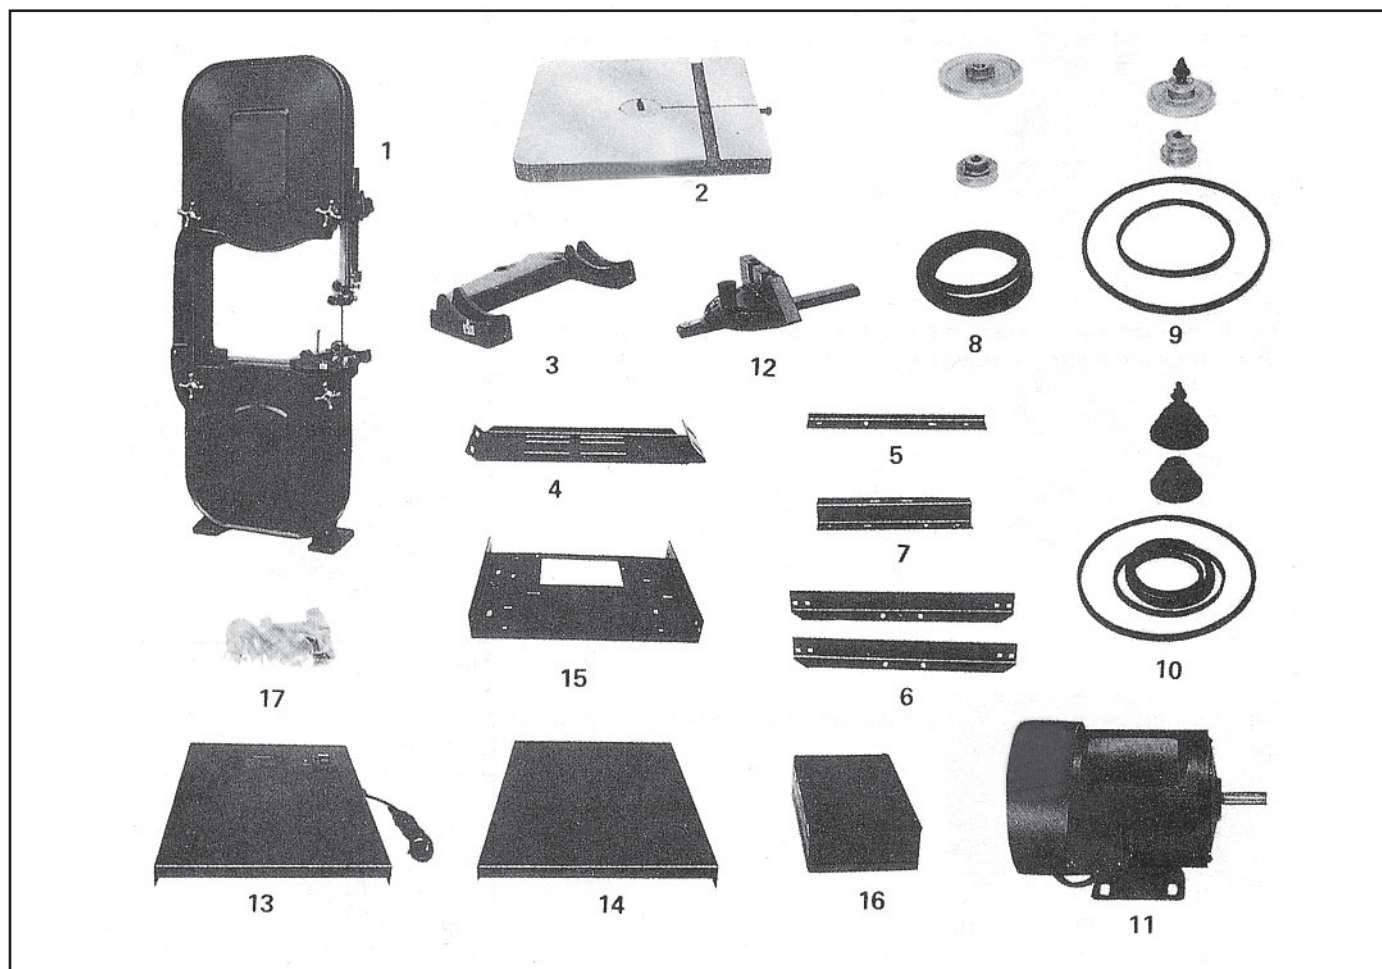
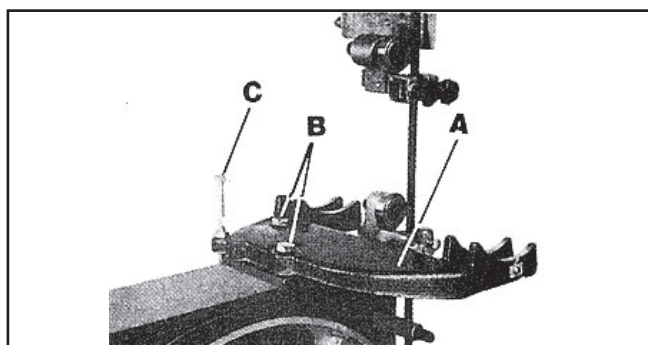

Figura 1
Figura 13
Desempaque cuidadosamente la sierra de banda y revise todo el contenido. La Figura 1 ilustra el contenido de la caja. No tire ningún material que venga en el empaque hasta que la sierra de banda este completamente ensamblada para operarse.
Asegure la tuerca ensamblada al sujetador del muñón (A) con los dos tornillos (B) y roldanas. El tornillo de soporte de la mesa (C) es ajustable al soporte de la base. Figura 13. El tornillo de soporte de la mesa © está empacado en la bolsa de tornillería. Vea la Figura 1 (17#).